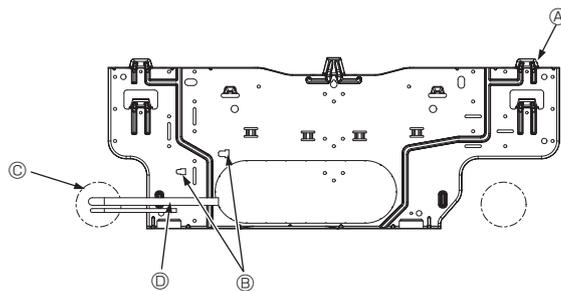

Abb. 3-6
3.3. Wenn Rohre in der Wand verlegt werden (Abb. 3-6)
- Ⓐ Montageplatte ①